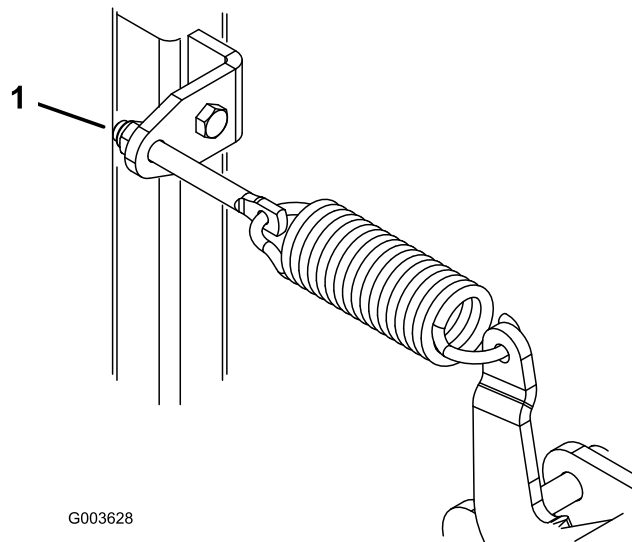

Bild 8
2. Drehen Sie die Stellmutter der Feder (Bild 8) nach rechts, um das Planierschild anzuheben, drehen Sie diese nach links, um das Planierschild abzusenken.